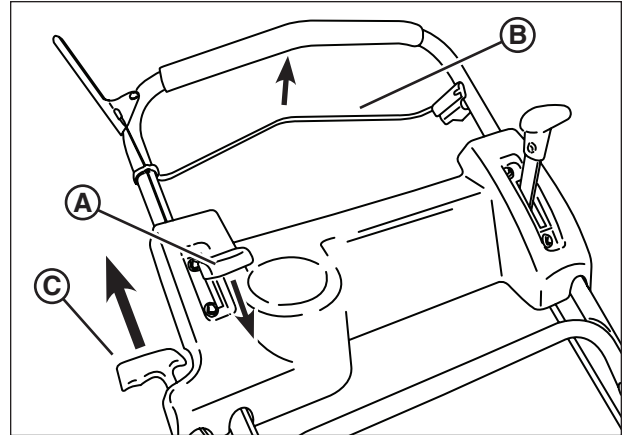

Figure 3: Démarrage de la tondeuse
1. Déplacez la commande de régime du moteur (**A**, **Figure 3**) à la position rapide (lapin).